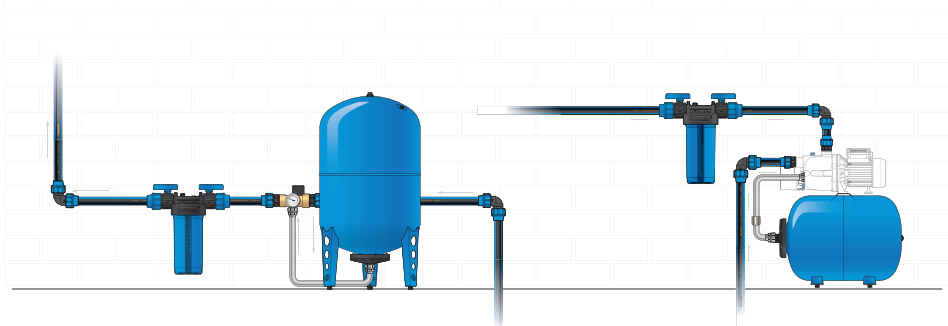

Рисунок 5
5.1 Монтаж гидроаккумулятора (рисунок 5)